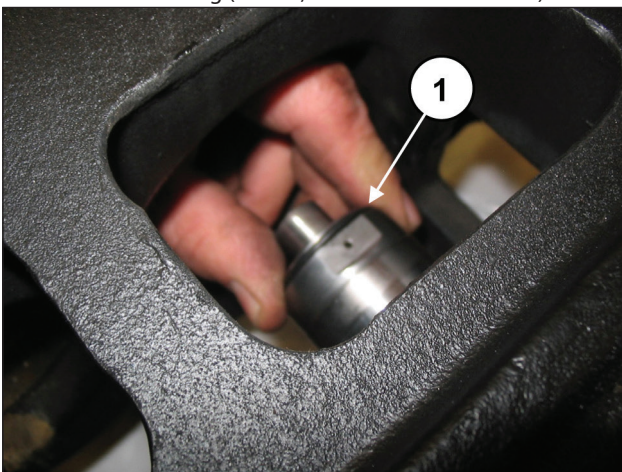
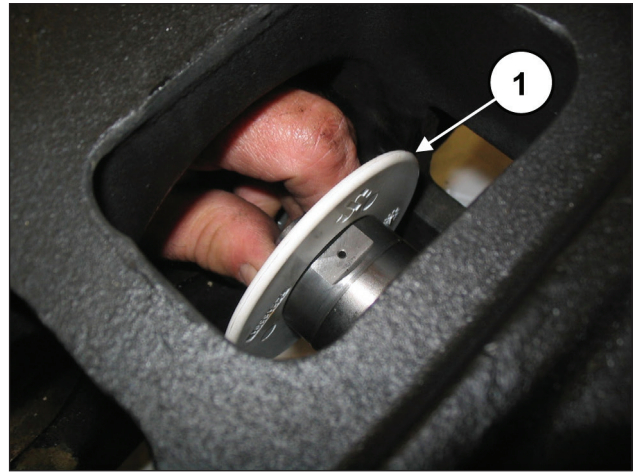

Abb. 179
Abb. 180
Eichen Sie die Schrauben mit einem Drehmomentschlüssel, wie in Kapitel 3 gezeigt. Montieren Sie den Spritzschutz samt O-Ring in die Aufnahme an der Kolbenführung (Pos. ①, Abb. 179 und Abb. 180).